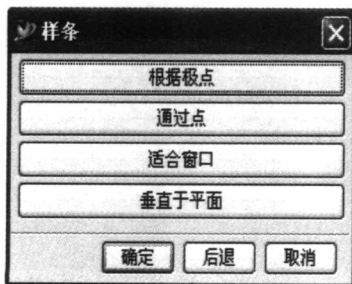
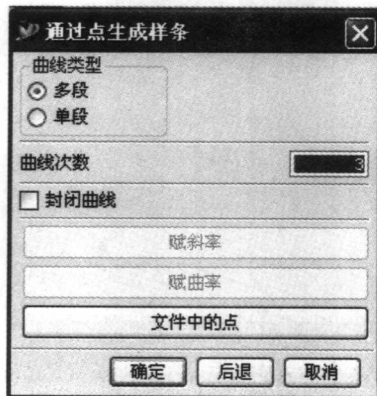

图 2-2 “样条”对话框
图 2-3 “通过点生成样条”对话框
4. 创建样条曲线。单击样条图标  或下拉菜单“插入”→“曲线”→“样条”，弹出如图 2-2 所示“样条”对话框，单击“通过点”按钮，弹出“通过点生成样条”对话框，如图 2-3 所示。在“曲线类型”选项中选择“多段”，“曲线次数”中输入“3”，单击“确定”按钮，弹出样条点类型对话框，如图 2-4 所示。在图 2-4 对话框中单击“点构造器”按钮，在屏幕中弹出“点构造器”对话框，用户可以有多种方法输入点作为样条经过点。直接用鼠标左键在屏幕上任意单击 5 个点，单击“确定”按钮，弹出“指定点”对话框，如图 2-5 所示，单击“是”按钮，弹出如图 2-3 “通过点生成样条”对话框，单击“确定”按钮，生成如图 2-6 所示样条曲线。